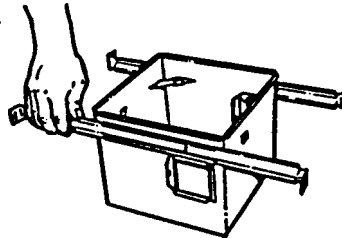

FIG. 5
2. Position unit between joists and extend mounting brackets. Position brackets such that bottom edge of housing will be flush with finished ceiling. Mark the top of keyhole slot on all four mounting brackets. (FIG. 5)
2. Coloque la unidad entre las vigas y extienda los soportes de montaje. Sitúe los soportes de manera que el extremo inferior de la caja esté a nivel con el cielo raso acabado. Marque la parte superior de la ranura en los cuatro soportes de montaje. (FIG. 5)